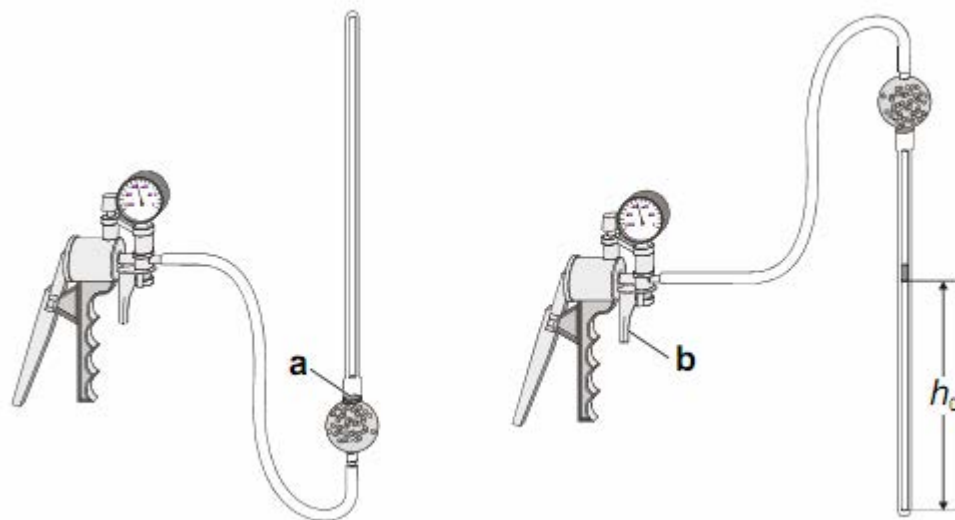

Рис.2.
2. Поверните осторожно термометр как показано слева на рис. 2 и откачайте воздух из него с помощью насоса так, чтобы капелька ртути оказалась в точке а) (см. рис.2).
3. После того как капелька ртути собралась в точке а) поверните термометр отверстием вверх и спустите нагнетенный воздух ручкой b) на насосе (см. рис.2) осторожно, чтобы ртуть не разделилась на несколько капелек.